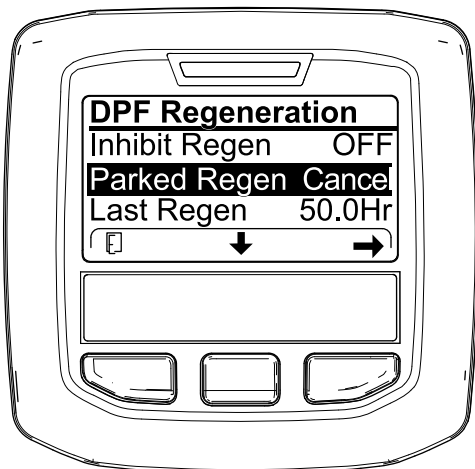
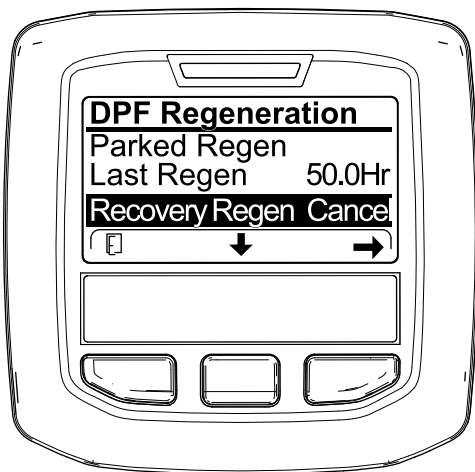

Bild 88
Bild 89
1. Zugreifen auf das Menü für die Regenerierung des Dieselpartikelfilters (Bild 88)
2. Drücken Sie die mittlere Taste, um auf die Option PARKED REGEN. CANCEL (Bild 88) oder RECOVERY REGEN. CANCEL zu navigieren (Bild 89).
3. Drücken Sie die rechte Taste, um den Eintrag „Regen. Cancel“ auszuwählen (Bild 88 oder Bild 89).